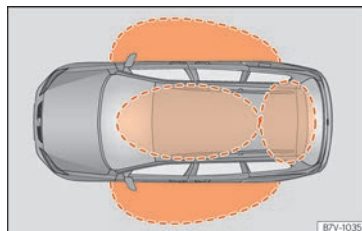
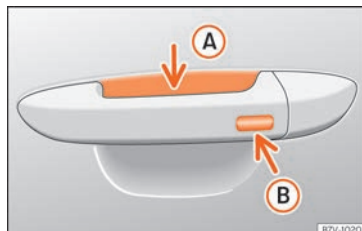

**Fig. 91** Keyless Access: zonas de proximidad.
**Fig. 92** Manilla de la puerta: superficies sensoras
»» fig. 92
Keyless Access es un sistema de cierre y arranque sin llave con el que se puede desbloquear y bloquear el vehículo sin utilizar activamente la llave del mismo. Para ello solo es necesario que haya una llave del vehículo válida en la zona de detección correspondiente al intento de acceso al vehículo **» fig. 91** y tocar una de las superficies sensoras de las manecillas de las puertas **» fig. 92 » ❶**.
Si se encuentra una llave válida en una de las zonas próximas **» fig. 91**, el sistema de cierre y arranque sin llave Keyless Access le otorga a dicha llave derechos de acceso en cuanto se toca una de las superficies sensoras de las manillas de las puertas o se acciona el pulsador dispuesto en el portón trasero.
- Empuñe la manecilla de la puerta. Al hacerlo se toca la superficie sensora **» fig. 92 ⓐ** (flecha) de la manecilla y se desbloquea el vehículo.
- Toque *una vez* la superficie sensora **» fig. 92 ⓑ** (flecha) de la manecilla de la puerta. La puerta cuya manecilla se acciona deberá estar cerrada.
- Toque *una vez* la superficie sensora **» fig. 92 ⓑ** (flecha) de la manecilla de la puerta. El vehículo se bloquea con el sistema
- Toque dos veces la superficie sensora »» fig. 92 (B) (flecha) de la manecilla de la puerta para bloquear el vehículo sin el sistema de seguridad "Safe" »» pág. 112.
Cuando el vehículo está bloqueado, el portón trasero se desbloquea automáticamente al abrirlo si en su zona próxima »» fig. 91 se encuentra una llave del vehículo válida.
- Pulse el botón de cierre  del mando a distancia y toque una vez, dentro de los 5 segundos siguientes, la superficie sensora de bloqueo de la manecilla de la puerta del conductor »» fig. 92 (B). No agarre la manecilla de la puerta, de lo contrario el vehículo no se bloqueará. También es posible llevar a cabo la desactivación si se bloquea el vehículo a través de la cerradura de la puerta del conductor.
Para **cerrar con la función de confort** todas las ventanillas eléctricas y el techo panorámico corredizo, mantenga un dedo durante unos segundos sobre la superficie sensora de bloqueo »» fig. 92 (B) (flecha) de la manecilla de la puerta hasta que se hayan cerrado las ventanillas y el techo.
Las superficies sensoras de las manecillas de las puertas podrían activarse al recibir un chorro de agua o de vapor a gran presión en el caso de que hubiera alguna llave del vehículo válida en la zona próxima. Si al menos una de las ventanillas con elevavanas eléctrico está abierta y se activa la superficie sensora »» fig. 92 ⑥ (flecha) de una de las manecillas de forma permanente, se cerrarán todas las ventanillas.